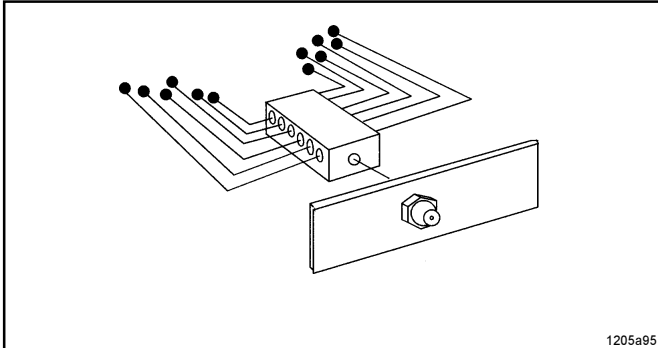

Fig.4: Point de graissage central
- Les doseurs progressifs QUICKLUB permettent de regrouper plusieurs points de graissage d'une machine en seul point central ou en plusieurs points centraux, comme illustré à la fig. 4 (conception de base).
- Les doseurs progressifs servent non seulement à augmenter le nombre de sorties de pompes à lignes multiples ou à subdiviser les doseurs et soupapes de dosage d'installations de graissage à double ligne ou d'installations à ligne unique (fig.4 à 8), ils sont également utilisés comme doseurs secondaires dans les installations de circulation d'huile de petite ou grande taille.